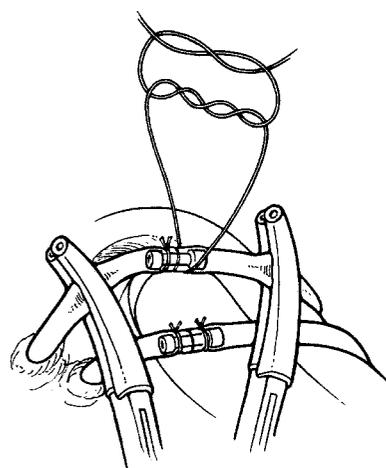

Figura 4-23. Conector de sutura
5. Utilize um nó de cirurgião de laçada dupla, seguido de um mínimo de duas laçadas simples, de modo a prender a tubagem ao conector (**figura 4-23**).